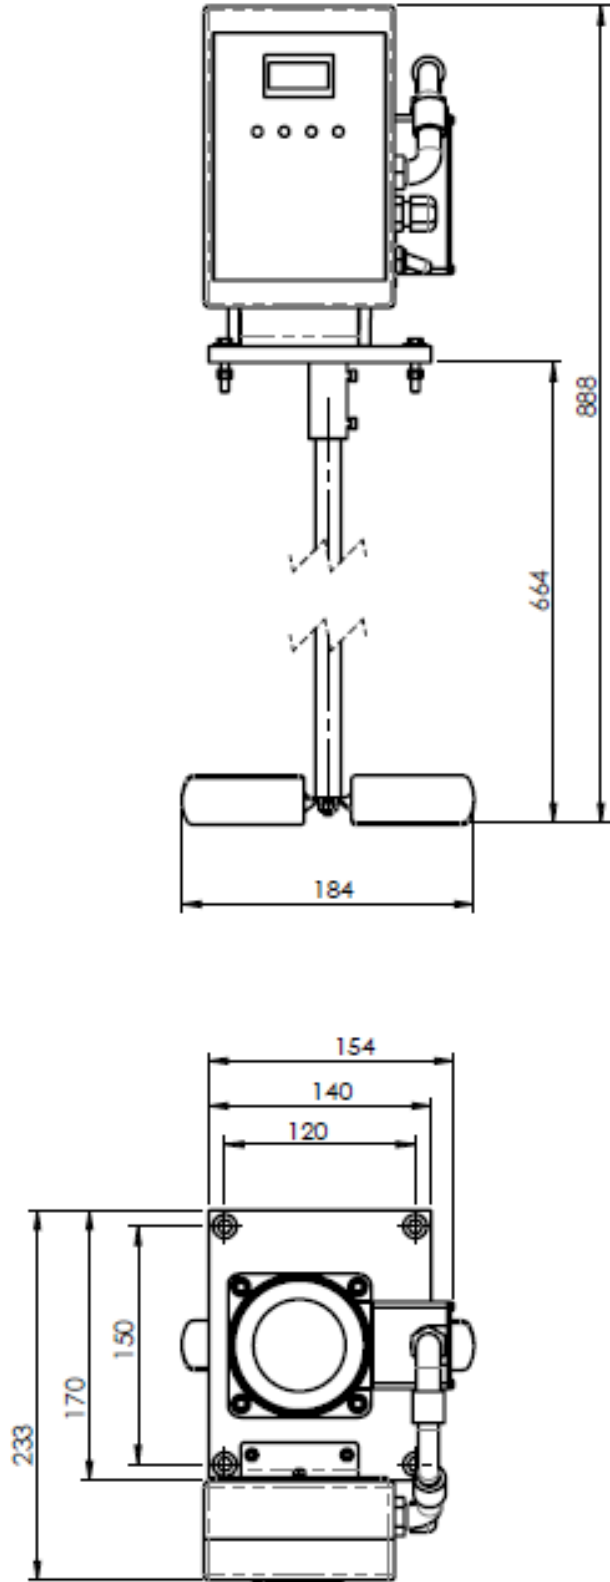

Imagen 01 – Dimensiones (modelo para depósito de 120 litros).
- Dimensiones generales (modelo estándar para depósito de 120 litros): ver imagen 01.